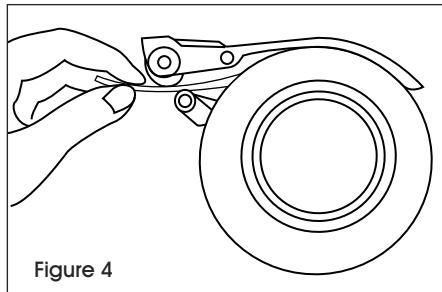

Figure 4
4. Faites passer le ruban adhésif entre le rouleau de lissage et le rouleau de guidage. (Voir Figure 4)